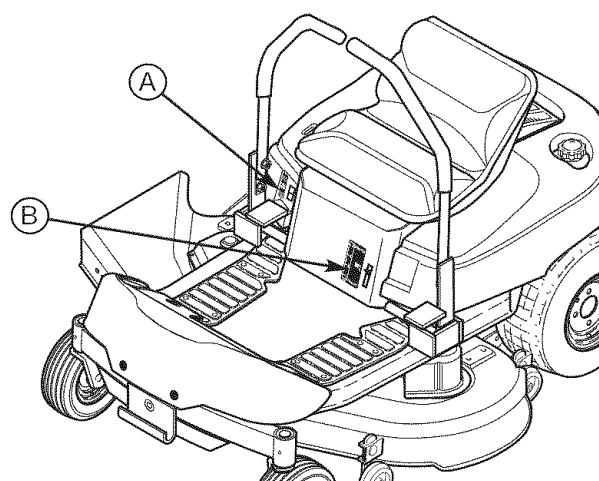

Figura 37. Ajuste de la altura de corte
Para aumentar la altura de corte de la segadora (elear la cubierta de la segadora), oprima la parte superior del ajuste de altura de corte de la segadora (A, Figura 37). Para disminuir la altura de corte de la segadora (bajar la cubierta de la segadora), oprima la parte inferior del ajuste. El rango de la altura de corte de la segadora es 3-3/4" a 1-1/2". El indicador de altura de corte indica la posición de la cubierta de la segadora. El indicador de altura de corte (B) se encuentra en la parte frontal del montable, justo detrás de la pierna izquierda del conductor.